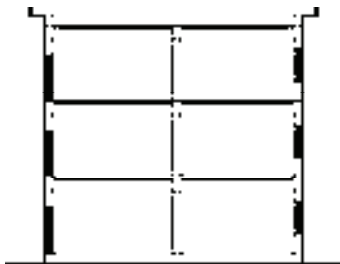

图 12-46 绘制剖面檐口
5) 重复上述操作, 绘制另一侧的檐口图形, 结果如图 12-46 所示。